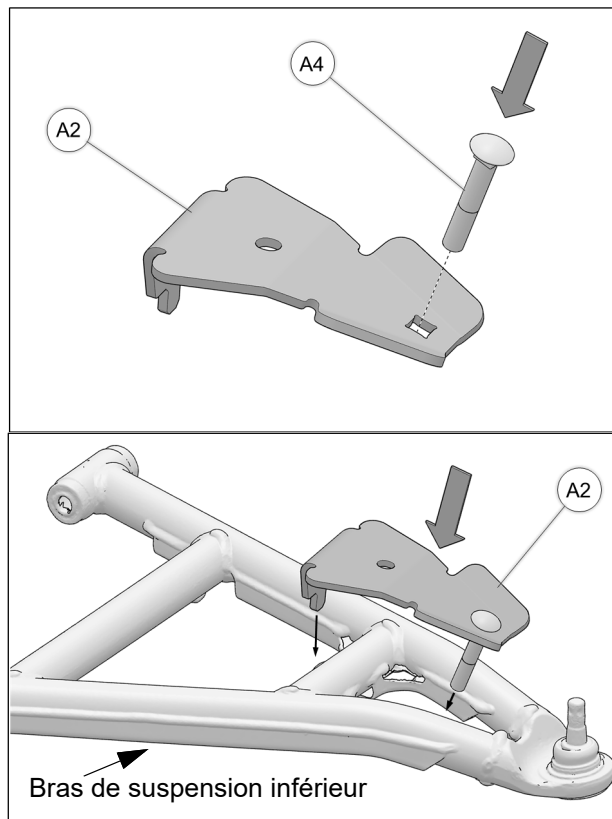

Fig. 13
5. Insérer le boulon de carrosserie M10x60mm (**A4**) dans le trou carré du couvercle d'ancrage (**A2**) et positionner ce sous-ensemble sur le bras de suspension inférieur. Voir la Fig. 13